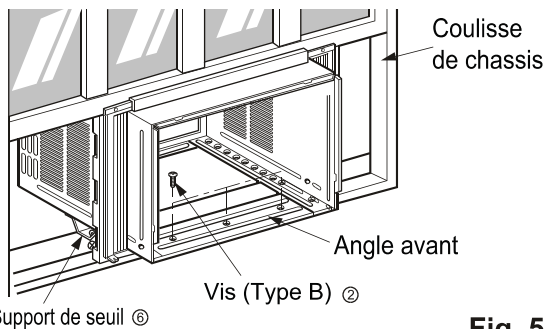

Fig. 5
6. Installez le boîtier avec une inclinaison d'environ 1/2" (1,27 cm) vers l'extérieur (Voyez la fig. 5). Réglez l'écrou et le boulon des supports de seuil ⑥ de manière à équilibrer le boîtier.
7. Fixez le boîtier au rebord de fenêtre à l'aide de vis de type B ② (16 mm [5/5"] de long) passant à travers de l'angle avant du boîtier et se logeant dans le rebord de fenêtre.
8. Tirez chaque volet d'étanchéité ⑤ entièrement contre chaque coulisse de châssis et répétez l'étape 2. (Fig. 5)